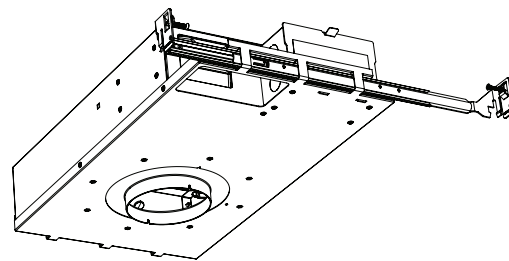

fig. 3
- d. Insérez la barre de suspension extérieure dans les mêmes fixations du boîtier, en verrouillant les moitiés intérieure et extérieure. Serrez la vis de verrouillage de la barre de suspension. Assurez-vous que la vis se trouve en haut (voir la fig. 3).
- b. Vissez l'extrémité des deux barres dans les solives en bois pour fixer le boîtier (voir la fig. 3).